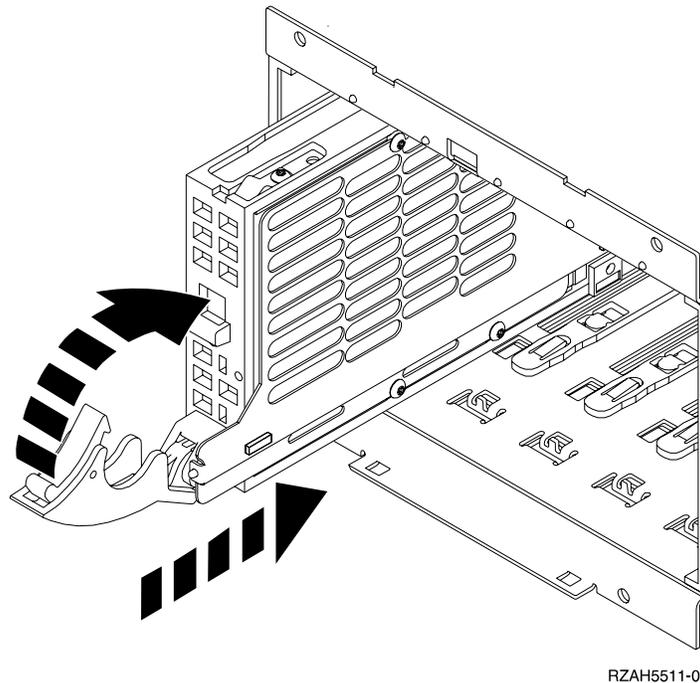

Figure 36. Installation d'une unité de disques
- \_\_ 15. Comme illustré à la figure 36, introduisez à moitié l'unité de disques dans le premier emplacement disponible en la maintenant par le dessous. Ne la poussez pas plus loin.
- \_\_ 17. Comme illustré à la figure 36, lorsque le voyant commence à clignoter, faites glisser l'unité de disques jusqu'à ce qu'elle soit correctement en place et verrouillez-la en rabattant le levier.